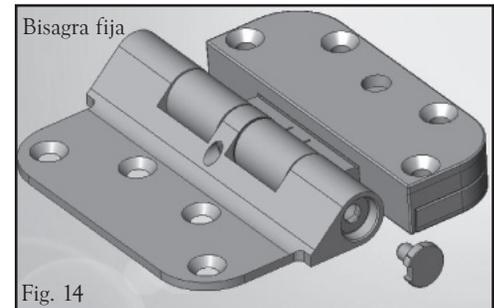

Fig. 14
Cuando haya determinado la posición correcta, vuelva a asentar el tornillo en la placa de apoyo. Perfore el antepecho, a través de los orificios restantes, con un orificio de paso de 3/16" (5 mm) de diámetro. Luego, perfore un orificio de entrada de 7/64" (3 mm) en el sistema de piso subyacente a través del orificio de paso. Aplique un cordón de sellador en cada uno de los orificios y trabe la placa de apoyo en el lugar con un tornillo phillips de cabeza plana #10 x 3" (78 mm) (Fig. 14). Asegúrese de que todas las cabezas de tornillo estén correctamente asentadas.
**Consulte la Fig. 14.** Para hacer un ajuste vertical en la bisagra fija, retire con cuidado el remate de la parte inferior del pasador de la bisagra (use una espátula para masilla o destornillador de cabeza plana para bisagras de bronce o pintadas si es necesario). Usando una llave Allen de 3/16" (5 mm), gire el tornillo de ajuste en sentido horario (tornillo ajustado) para mover el panel hacia arriba y gire el tornillo en sentido antihorario (tornillo aflojado) para mover el panel hacia abajo hasta que el panel quede ajustado correctamente. Si la unidad tiene cuatro bisagras, tendrá dos (2) bisagras fijas, que requieren el ajuste simultáneo de ambas bisagras y en los mismos incrementos para evitar que las bisagras se unan. Cuando termine de realizar los ajustes, vuelva a colocar el remate.